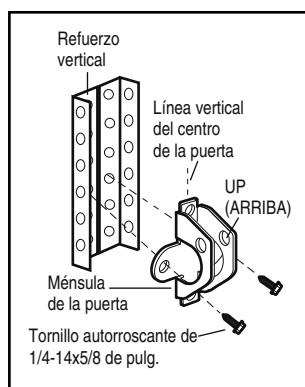

Figura 2A
- Haga los agujeros de 3/16 de pulg. para fijar la ménsula. Fije la ménsula de la puerta con dos tornillos autorroscantes de 1/4-14x5/8 de pulg. (Figura 2A).